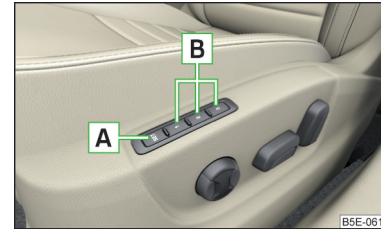

Abb. 81
Unter den Speichertasten **B** am Fahrersitz kann jeweils eine Einstellung der Fahrersitz- und Außenspiegelposition gespeichert werden » Abb. 81.
- ▶ Die Taste **SET** **A** » Abb. 81 drücken und anschließend innerhalb von 10 s die gewünschte Speichertaste **B** drücken. Das Speichern wird mit einem akustischen Signal bestätigt.
- ▶ Die Zündung einschalten und die gewünschte Speichertaste **B** » Abb. 81 drücken.